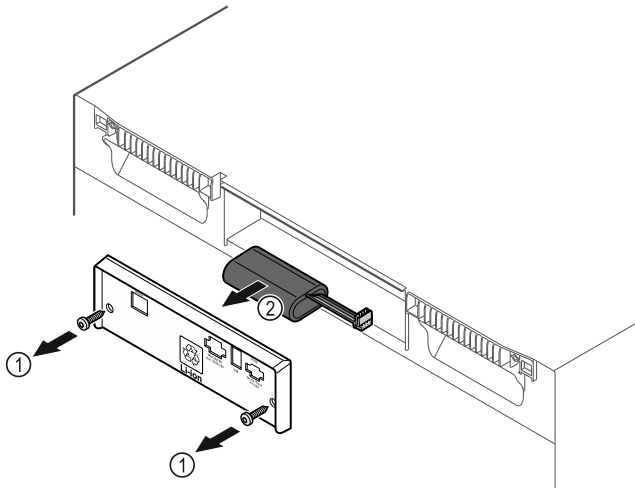

Fig. 147
- ▶ Svitare le viti e rimuovere il coperchio sul retro dell'apparecchiatura Fig. 147 (1).
- ▶ Scollegare e rimuovere la batteria Fig. 147 (2).